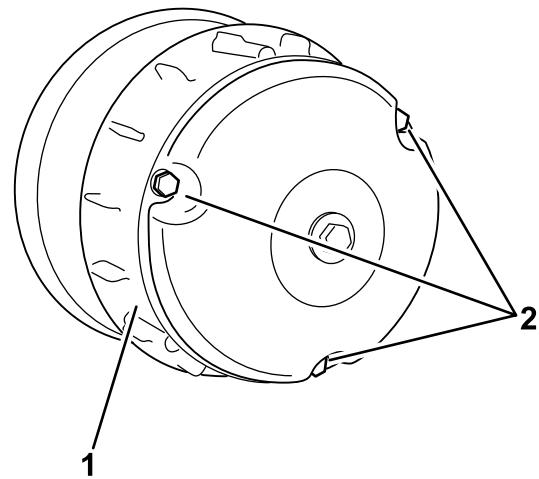

Figura 63
4. Instale la cubierta del embrague, fijándola con los 3 pernos (Figura 63) que retiró en 2.
2. Retire los 3 pernos que sujetan la cubierta al embrague, y retire la cubierta (Figura 63).